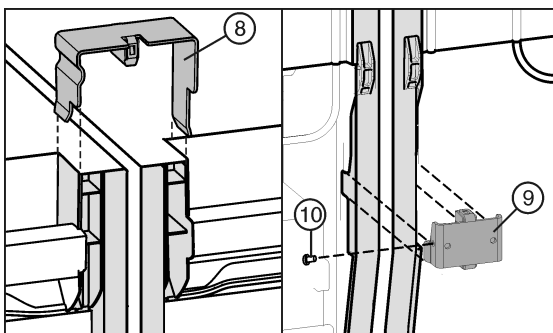

Fig. 24
- Enfiler la pince de jonction *Fig. 24 (8)* en haut sur les parois latérales du milieu.
- Mettre en place le coude de jonction *Fig. 24 (9)* en bas dans l'évidement approprié.
- Si le coude de jonction est un peu branlant, visser la vis *Fig. 24 (10)*.